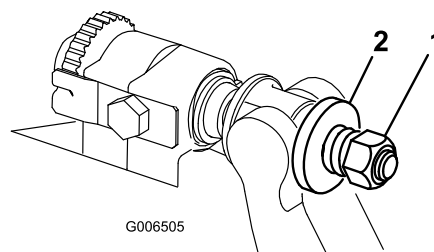

Рисунок 32
4. Затяните контргайки равномерно с обеих сторон до такой степени, чтобы наружные стальные шайбы нельзя было провернуть вручную. Затем ослабьте контргайки так, чтобы наружные стальные шайбы проворачивались вручную, пока не будет устранен концевой люфт планки неподвижного ножа (Рисунок 32).
10. Затяните гайку на каждом узле регулировки планки неподвижного ножа до полного сжатия пружины, а затем отпустите гайку на 1/2 оборота (Рисунок 32).